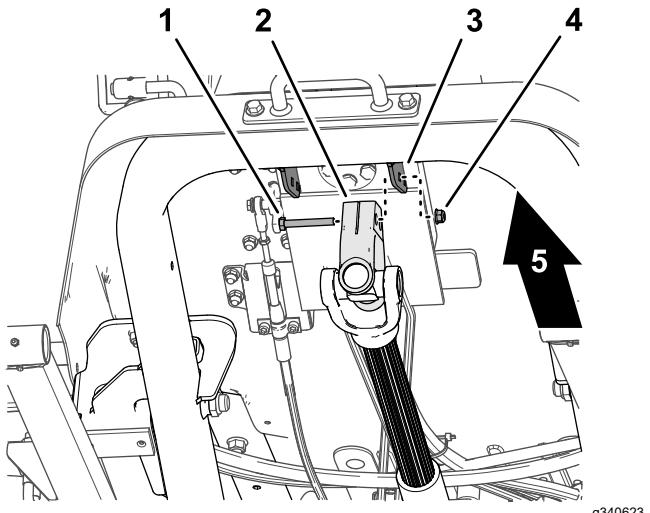

Figure 16
1. Soutenez l'arbre d'entraînement, puis retirez la vis et le contre-écrou qui fixent la chape de l'arbre sur le support de fixation du distributeur de direction (Figure 16), et abaissez l'arbre avec précaution.